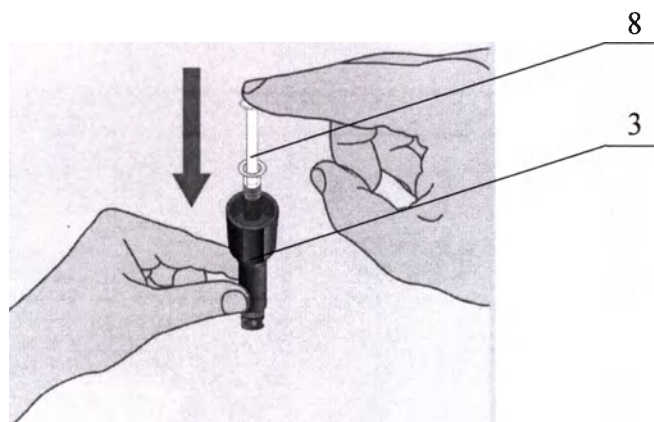

Рисунок 13 – Подготовка изделия к инъекции, шаг 3
Придерживая держатель шприца (3) в сборе левой рукой, при этом продвигайте уверенно правой рукой шприц (8) до упора, пока не услышите щелчок (рисунок 13).